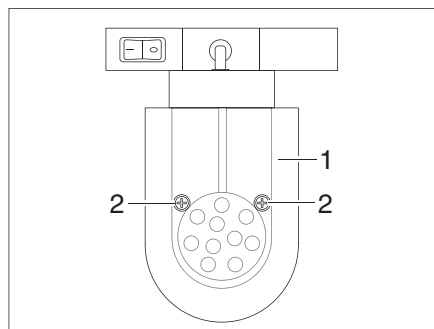

Fig. 178 Faretto a LED (mobile)
- Svitare le viti di fissaggio (Fig. 178,2).
- Rimuovere il vetro della lampada (Fig. 178,1).